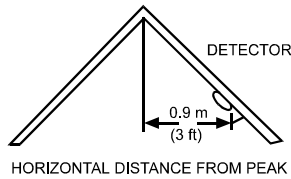

图 9. 在有倾斜角度的屋子内的最理想安装位置
- 如果您的房屋有倾斜的屋顶或天花板，在安装探头时候注意要把探头安装在距离天花板最高点垂直线0.9米的位置。如图9所示：